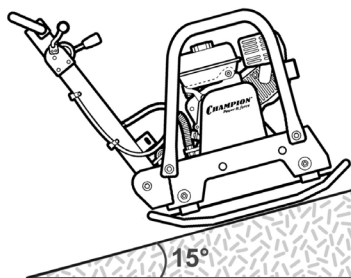

Рис. 16 Максимальный угол наклона виброплиты
14. Будьте предельно внимательны при работе на склонах и откосах. Максимальный угол наклона не должен превышать 15° (Рис. 16), в зависимости от состояния грунта. Угол наклона измеряется, когда виброплита стоит на твердой ровной поверхности и бак заполнен топливом.